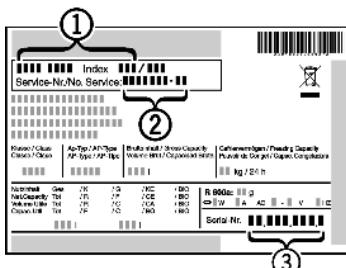

Fig. 24
- Наименование устройства Fig. 24 (1), сервисный № Fig. 24 (2) и серийный № Fig. 24 (3) считайте с заводской таблички. Заводская табличка находится внутри устройства слева.
- Обратитесь в сервисную службу и сообщите вид неисправности, наименование устройства Fig. 24 (1), сервисный № Fig. 24 (2) и серийный № Fig. 24 (3).